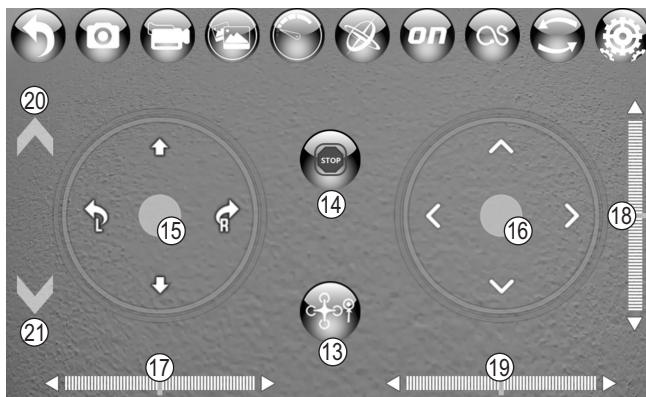

Figure 27
Après l'activation, une icône « Démarrage des rotors/atterrissage automatique » (figure 27, n° 13) et une icône « Arrêt d'urgence des rotors » (figure 27, n° 14) s'affichent. Sélectionnez cette icône quand par exemple les rotors sont bloqués suite à un atterrissage raté. Les rotors s'éteindront immédiatement.
Comme avec la radiocommande, la commande de gauche (figure 27, n° 15) contrôle la hauteur ainsi que la rotation autour de l'axe vertical (lacet). La commande de droite (figure 27, n° 16) commande le roulis et le tangage.
La figure 27, n° 17, montre l'élément de trim de la fonction lacet. La position 18 est l'élément de trim de la fonction de tangage, et la position 19 l'élément de trim de la fonction de roulis. Lorsqu'un trim est nécessaire, actionnez la flèche de gauche ou de droite (pour les fonctions de lacet et de roulis), ou la flèche haut/bas (fonction de tangage), jusqu'à obtenir la position de vol recherchée. Pour plus d'informations sur la fonction de trim du modèle réduit, reportez-vous aux chapitres 13 et 14.
- Sélectionnez l'icône de la figure 27, n° 13. Les rotors démarrent.
- Poussez légèrement la commande de gauche (figure 27, n° 15) vers l'avant. Le modèle réduit s'élève légèrement, jusqu'à une hauteur d'environ 1,5 m devant vous.
- Les 2 commandes (points – voir figure 27, n°s 15 et 16) à l'écran représentent les manettes d'une radiocommande et peuvent également être actionnées selon le même principe. Prenez le Smartphone dans vos mains. Touchez chacun des points avec un doigt (le pouce dans l'idéal) et pilotez le modèle réduit de la même manière qu'avec les manettes de la radiocommande, voir chapitres 11 et 12.
- Pour faire atterrir de nouveau le modèle réduit, tirez lentement la commande de gauche (figure 27, n° 15) vers l'arrière. Vous pouvez également initier un atterrissage automatique en sélectionnant l'icône de la figure 27, n° 13. Pour un arrêt d'urgence des rotors en cas d'atterrissage raté, sélectionnez l'icône de la figure 27, n° 14. Les rotors s'arrêteront immédiatement.
- Utilisez l'icône de la figure 27, n° 20, pour pivoter la caméra vers le haut. Utilisez l'icône de la figure 27, n° 21, pour pivoter la caméra vers le bas.
Prenez le Smartphone à l'horizontale dans vos mains. Observez la commande de droite (point droit, voir figure 7, n° 16), qui bouge en fonction de la position du Smartphone. Pour démarrer, actionnez de nouveau l'icône « Démarrage des rotors/atterrissage automatique » de l'émetteur (figure 27, n° 13). Actionnez la commande de gauche (figure 27, n° 15) pour initier le démarrage. Le quadricoptère commence tout de suite à s'élever devant vous.
La hauteur de vol ainsi que la rotation autour de l'axe vertical se règlent toujours au moyen de la commande de gauche (figure 27, n° 15). À partir de maintenant, les mouvements vers la gauche/droite ou vers l'avant/arrière ne sont plus contrôlés par la commande de droite, mais par les capteurs de position du Smartphone.